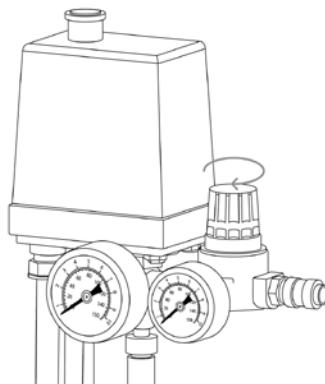

Рис. 8.10. Установка давления на компрессоре.
**2.** Включите компрессор, установите давление сжатого воздуха (См. рис. 8.10) и дождитесь, пока давление сжатого воздуха достигнет максимальных значений.